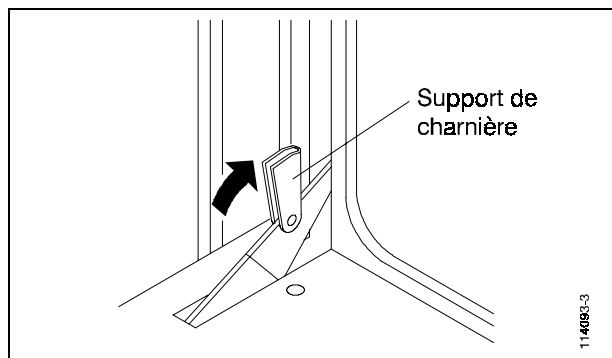

Figure 16.
3. Soulevez le support de charnière de chaque charnière tel qu'indiqué à la Figure 16.